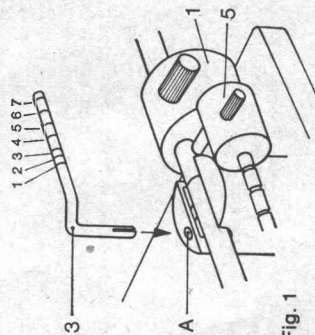
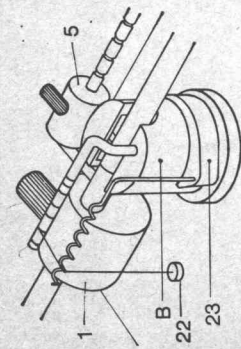

Fig. 1
Fig. 2
- 1 varilla acodada (3)
- 1 pieza con anillo semicircular en plástico (23)
- 1 peso de 1 gr. (22)
- 1 peso de 4 gr. (22)
Los croquis de la fig. 1 y 2 muestran claramente la colocación de dichas piezas. La varilla acodada (3), se introduce a presión en el orificio que se percibe en lo alto del pivote del brazo. La otra pieza (23), se acopla al cuerpo del pivote del brazo, procurando que el pequeño tetón del anillo, encaje en el orificio dispuesto en el pivote.
Sugerimos estudien los grabados de la fig. 1 y fig. 2, que muestran detalladamente la forma de instalar todo el dispositivo «anti-skating».